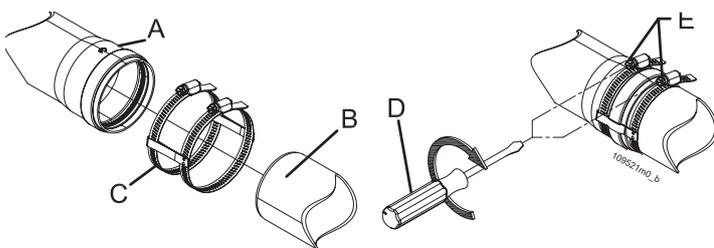

Figura 5-20 - Fijación de los conductos de evacuación y de aspiración
**!!!ATENCIÓN!!!** Fije mecánicamente los encastres entre los distintos elementos que forman el conducto de evacuación y de aspiración, utilizando sistemas de fijación o sistemas equivalentes. Véase la Figura 5-20.